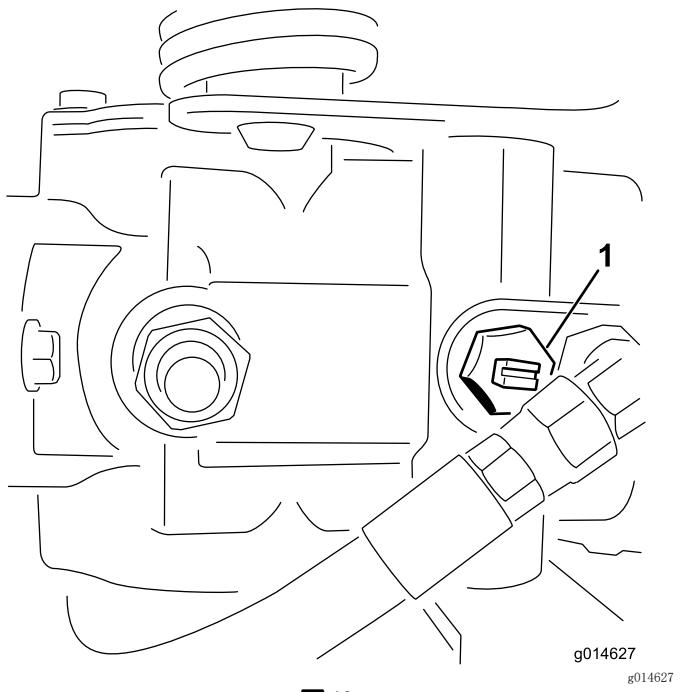

图40
- 找到并旋转泵上的旁通阀、使槽处于垂直位置（图 40）。
2. 启动发动机之前、旋转旁通阀、使槽处于水平位置、这样就可以关闭旁通阀（图40）。旁通阀打开时，切勿启动发动机。